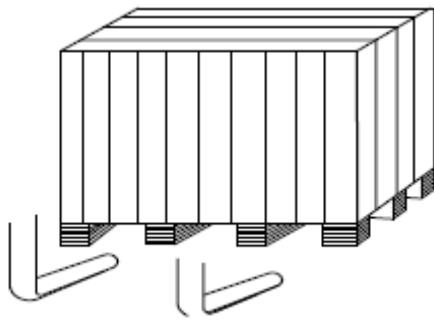
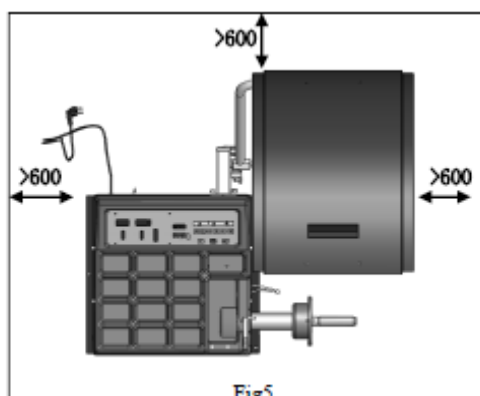

図 4
図 5
4.1.1 装置の梱包に問題がないことを確認したら、ホイールバランサーを設置場所へ移動します（図4）。設置場所には、周囲温度が $0^{\circ}\text{C}$ ～ $50^{\circ}\text{C}$ でRH  $\leq 85\%$ 、なおかつ周囲の物との間に図5に示す間隔を確保できる場所を選んでください。